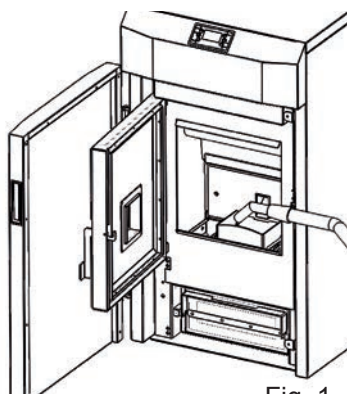

Fig. 1
- Rimuovere i residui di cenere all'interno del braciere, fino a quando i fori presenti saranno liberi da ogni ostruzione; (Fig. 1)